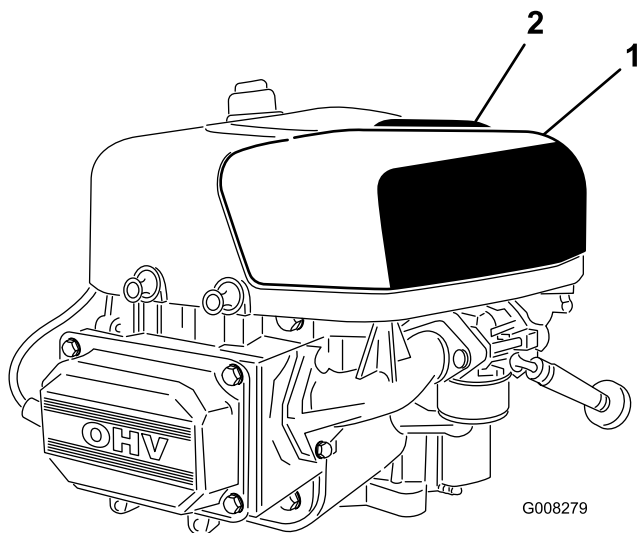

Bild 21
2. Ziehen Sie den Griff an der Luftfilterabdeckung hoch und drehen Sie ihn in Richtung des Motors (Bild 21).